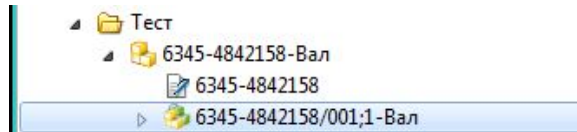

Рис. 15
1. Выделить объект, которому будет прикреплен набор данных, набор данных добавляется к ревизии (модификации) изделия. Следует **обращать внимание, где располагается синяя полоска в рабочей области, она определяет место создания нового файла** (Рис.15)